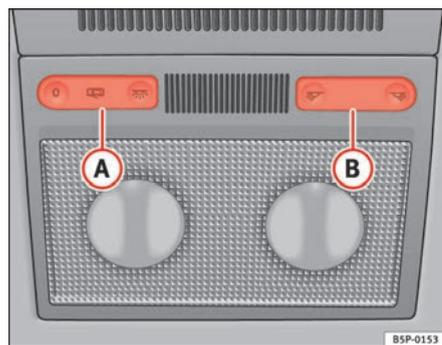

Fig. 79 Revestimento interior do tejadilho: iluminação interior à frente
Com o interruptor ⇒ fig. 79 (A) podem ser seleccionadas as seguintes posições:
Premir o interruptor para a posição O ⇒ fig. 79.